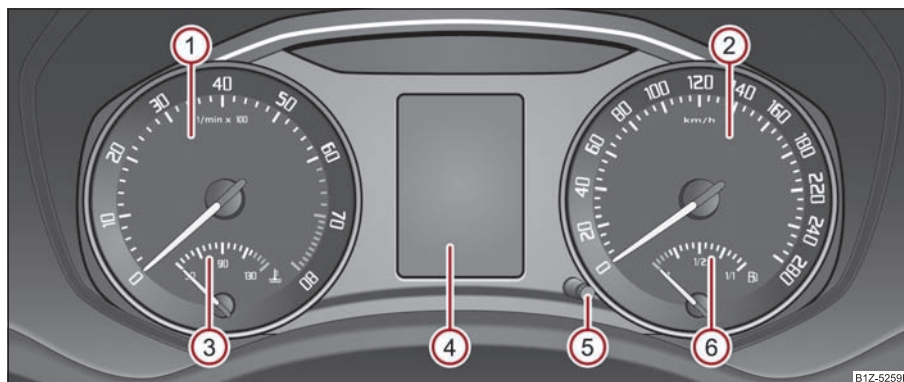

Fig. 15 Tabloul de instrumente
Zona roșie a tuometrului ① ⇒ fig. 15 reprezintă pentru toate treptele de viteză turația maximă admisă a motorului în regim normal de funcționare. Înainte de atingerea zonei roșii a scalei tuometrului, comutați pe următoarea treaptă superioară de viteză. Unitatea de comandă a motorului limitează turația motorului la o valoare limită sigură.
Afișajul temperaturii lichidului de răcire  ⇒ pagina 15, fig. 15 funcționează numai când contactul motor este cuplat.
Indicatorul de nivel combustibil  ⇒ pagina 15, fig. 15 funcționează numai când contactul este cuplat.
Mențineți butonul de resetare  ⇒ pagina 15, fig. 15 apăsat cca. 1 secundă. Contorul de parcurs zilnic se resetează pe zero.
Resetarea se poate realiza și astfel: Apăsați butonul  \Rightarrow pagina 15, fig. 15, mențineți-l apăsat, cuplați contactul, eliberați butonul și rotiți-l spre stânga sau spre dreapta.
Ceasul se reglează de la butonul rotativ  \Rightarrow pagina 15, fig. 15.